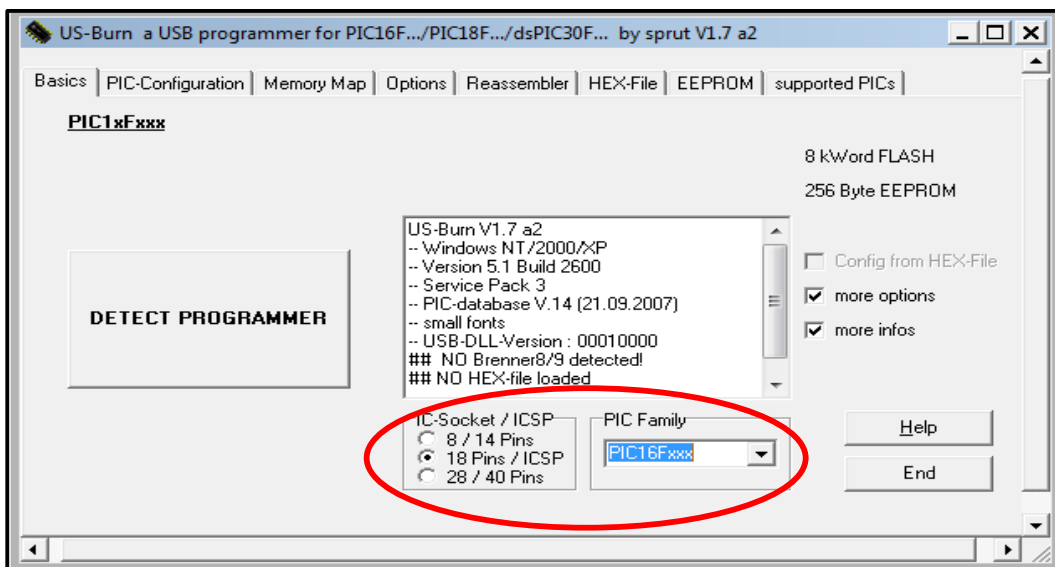

Figura 22. Configuración del PIC-600.
6. Una vez guardado el archivo elija la opción “**Compile Only**” en la barra de herramientas o presione el botón **F9**, (figura 22), esto es para que el MicroCode Studio convierta las instrucciones del código escrito de un lenguaje de alto nivel como lo es el PicBasic a un lenguaje máquina, el cuál puede entender el microcontrolador.